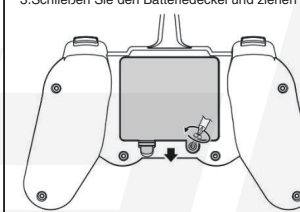

Abb.1
1. Lösen Sie die Schrauben am Batteriedeckel mit dem Schraubenzieher und nehmen Sie den Batteriedeckel ab (Abb. 1).